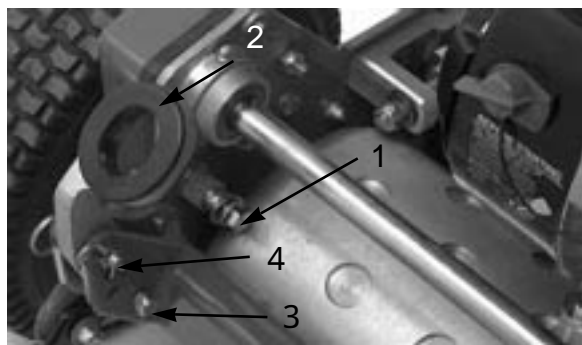

図 1
1. 機体両側の取り付けピンから、キャップスクリュー、ワッシャ、ロックワッシャを取る（図1）。
2. 機体両側から、ハンドル・アーム下部を固定しているキャップスクリューとロックナットを取る（図1）。
3. ハンドル・アームをフレーム後部に固定しているコッターピンとリングピンを取る（図1）。
4. ハンドルの各端をハンドル・アームの穴に差し込み、取り付けピンの穴をそろえる（図1）。
1. 機体両側のリングピンからコッターピン取る（図1）。
2. ハンドルを支えながら、リングピンを外し（機体両側とも）ハンドルの高さを決める（図1）。